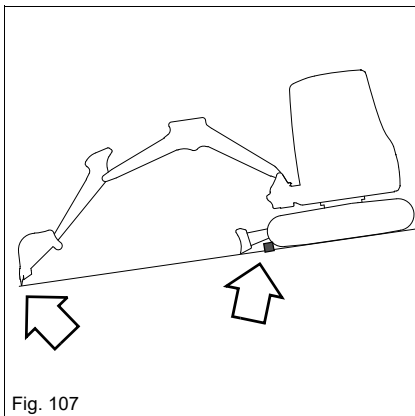

Fig. 107
- Placer des cales pour empêcher que la machine se déplace (voir la *Fig. 107*).